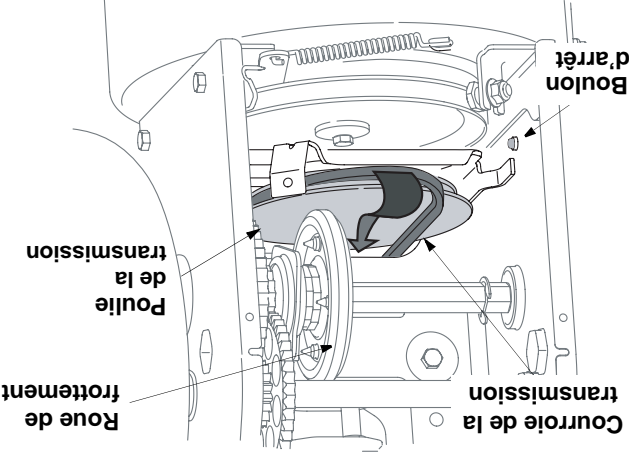

Figure 27
- Dévissez le boulon d'arrêt pour créer un espace suffisant entre le disque de la roue de frottement et la poulie de la transmission. Dégagez la courroie de la poulie de la transmission ainsi que du disque de la roue de frottement. Voir la Figure 27.
- Décrochez le ressort pour éliminer la tension sur la courroie de la tarière. Enlevez la courroie usagée et remplacez-la par une courroie neuve bien installée dans la rainure. Voir la Figure 27.
- Enroulez la courroie de la tarière sur la poulie de la tarière. Voir la Figure 27.